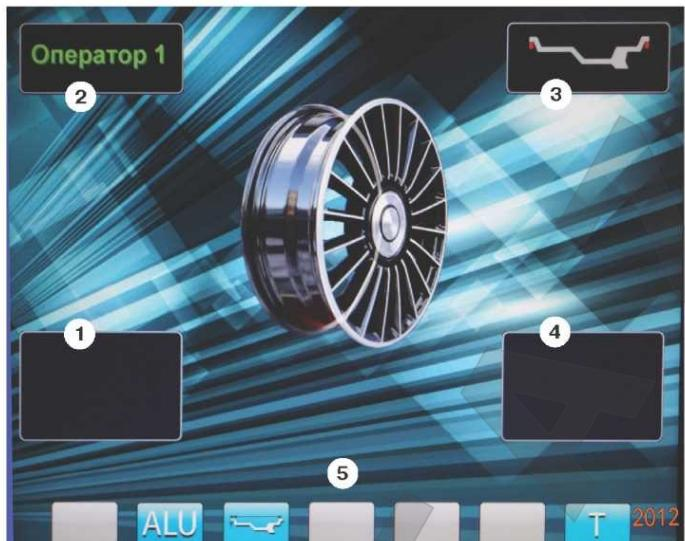

рис.8.2.
8.3. После включения питания СБ на экране монитора отображается фирменная заставка, которая через несколько секунд сменяется отображением экрана основного рабочего режима (рис. 8.2).
Для выбора схем расположения грузов в программах ALU1-ALU5 необходимо, находясь в режиме основного рабочего экрана, нажать кнопку «ALU», при этом открывается окно схем установки грузов, отмеченных номерами рис11.3. Если после введения размеров колеса установленся экран ввода геометрических параметров, необходимо перейти в экран основного рабочего режима нажатием кнопки «STOP». Для выбора нужной схемы нажмите кнопку верхнего ряда клавиатуры с соответствующим номером. Выбранная схема установки грузов отображается в окне 3 экрана основного рабочего режима (рис. 8.2).